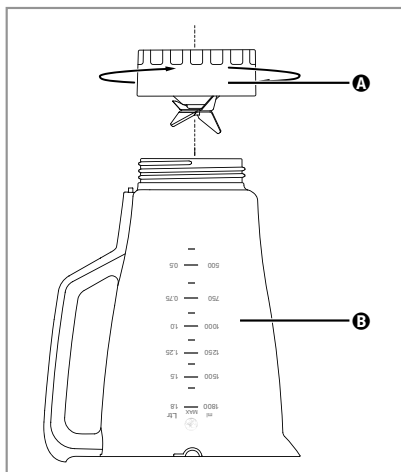

Fig. 3
2) Dé la vuelta al aparato y gire el accesorio **A** en sentido antihorario para poder desmontarlo del recipiente **B** (consulte la fig. 3).